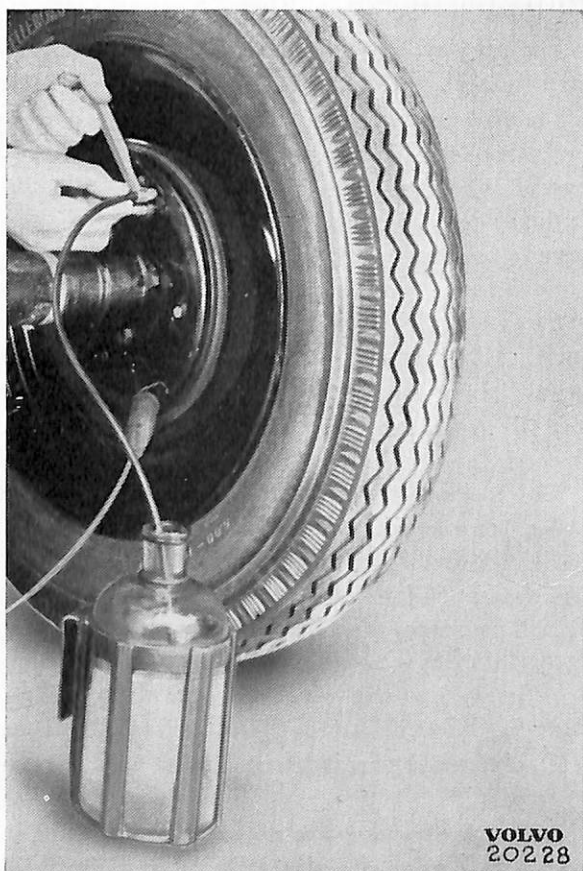

Bild 30. Luftning.
3. Träd på nyckeln SVO 1431 med slang på luftningsnippeln och låt slangens andra ända hänga ned i vätskan i ett uppsamlingskärl, se bild 30.